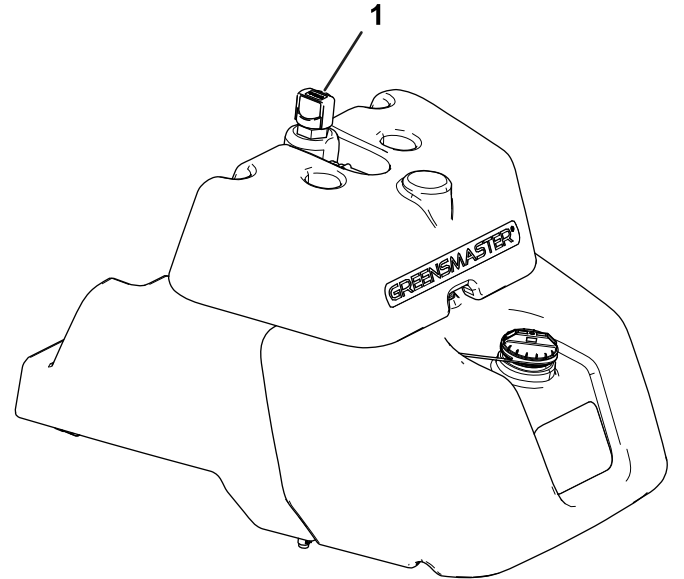

Bild 42
2. Den Ölpeilstab oben am Haupthydraulikbehälter (Bild 42) anbringen und mit Schritt 3 fortfahren.